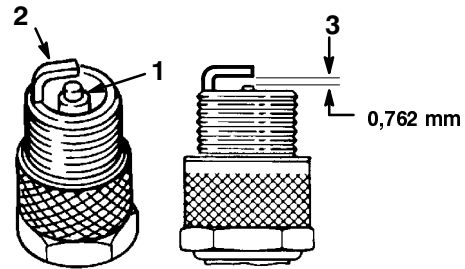

Figure 18
1. Inspectez le centre des bougies (Fig. 18). Si le bec de l'isolateur est recouvert d'un léger dépôt gris ou brun, le moteur fonctionne correctement. S'il est couvert d'un dépôt noir, c'est généralement signe que le filtre à air est encrassé.
2. Contrôlez l'écartement entre l'électrode centrale et l'électrode latérale (Fig. 18). Courbez l'électrode latérale (Fig. 18) si l'écartement est incorrect.